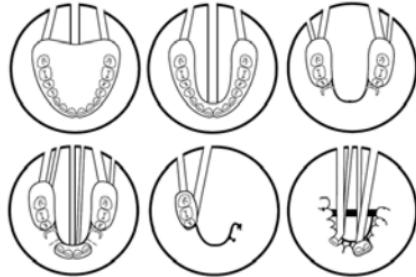

Abbildung 1. Spruing Techniken
- Bringen Sie, wie in Abbildung 1 dargestellt, Gießlöcher in das Hydrokolloid bzw. Silikon.